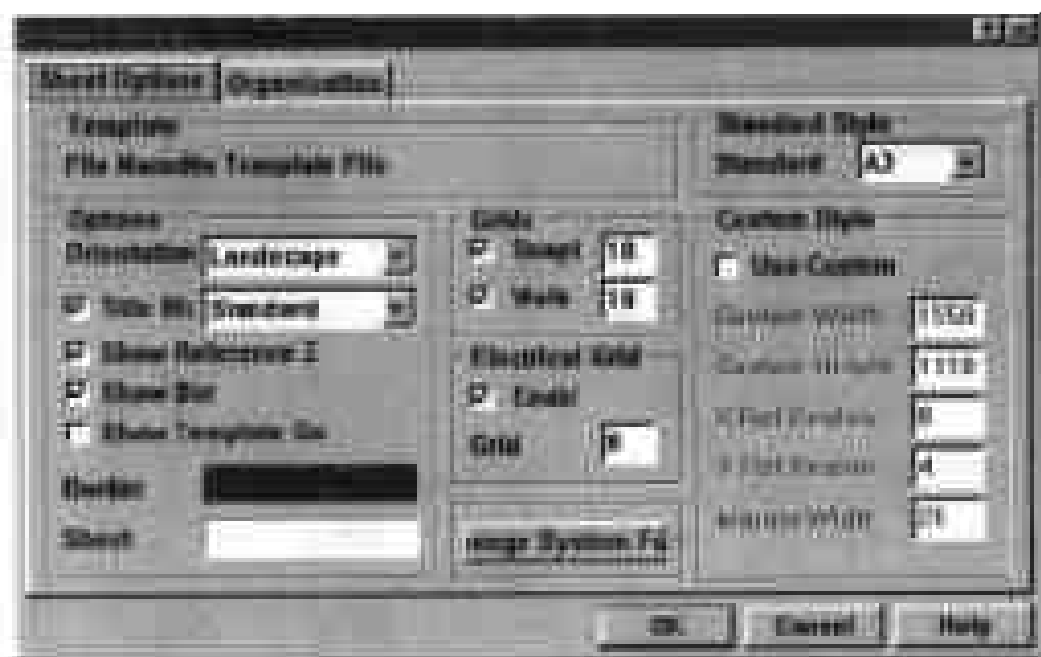

图 2-10 设置图纸的标题栏和边框
(1) 选择 Design > Options,弹出 Document Options 对话框,在对话框中单击 Sheet Options 标签,显示相关的选项,如图 2-10 所示。由于我们已经设定了图纸的大小和方向,所以对对话框中的相应选项是已经设置好的取值。